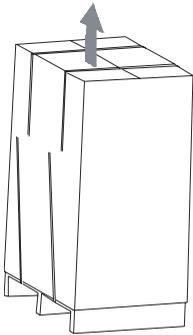

Abb. 1
1. Entfernen Sie die Verpackungsschnüre und heben Sie den Karton hoch, um ihn zu entfernen (siehe Abb. 1)